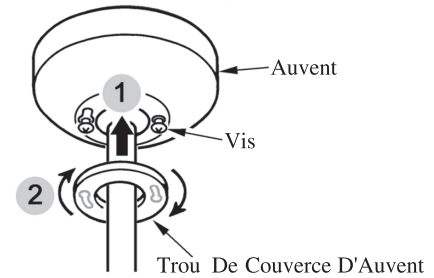

FIG.12
- Placer le boîtier du trou de canopée par-dessus les vis et tourner le boîtier pour serrer. (Voir fig.12)